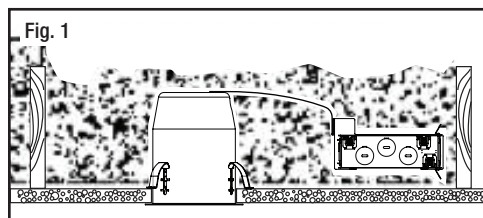

Fig. 1
- Fixture is designed for installation where it may come in contact with insulation (Fig. 1).
- Le luminaire est conçu pour être installé à un endroit où il pourrait entrer en contact avec du matériau isolant (Fig.1).
- Este accesorio está diseñado para instalarse donde pudiera llegar a estar en contacto con el aislamiento (Fig. 1).